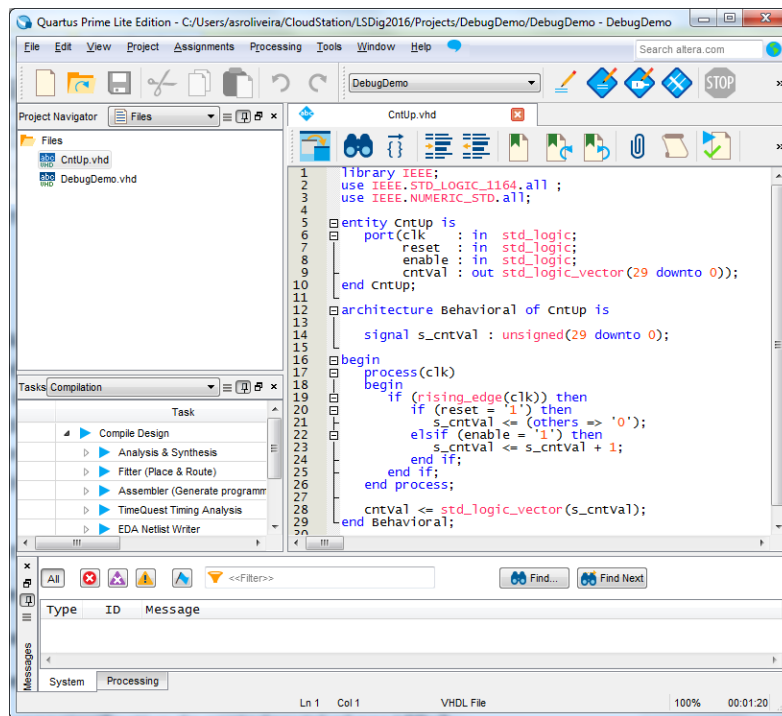
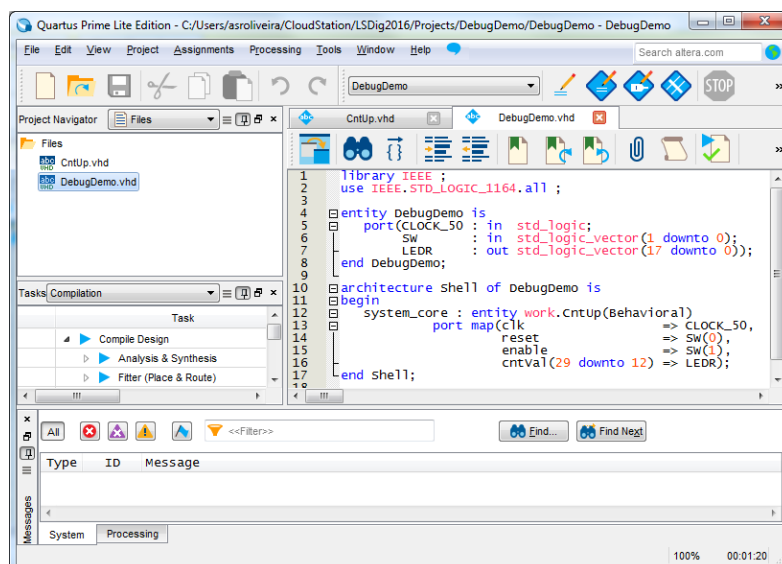

Figura 18 – Código fonte do módulo “CntUp.vhd”.
Figura 19 – Código fonte do módulo “DebugDemo.vhd”.
**1.** Crie um novo projeto para a FPGA Cyclone IV EP4CE115F29C7. Poderá designar o projeto e a entidade *top-level* como “DebugDemo”. O projeto consistirá num contador binário crescente, apresentado na Figura 18 e descrito no ficheiro “CntUp.vhd”. O módulo *top-level* “DebugDemo.vhd” interliga os portos do contador a dispositivos do kit DE2-115 (Figura 19). Edite os ficheiros com o código fonte fornecido, grave-os com os nomes indicados, importe o ficheiro “master.qsf”, compile o projeto, programe a FPGA e responda às questões dos pontos seguintes.